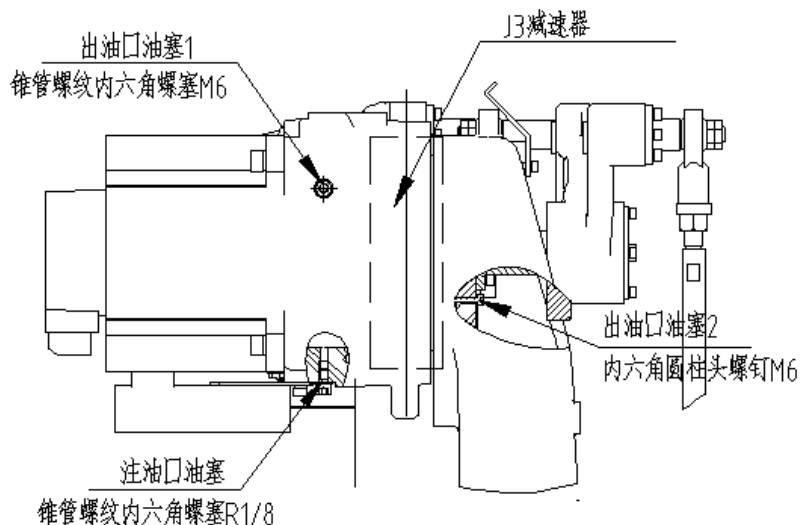

图 13 J3 轴减速机局部结构
## (1) 油脂补充步骤（参考 图 13）
## （2）油脂更换步骤（参考 图 13）